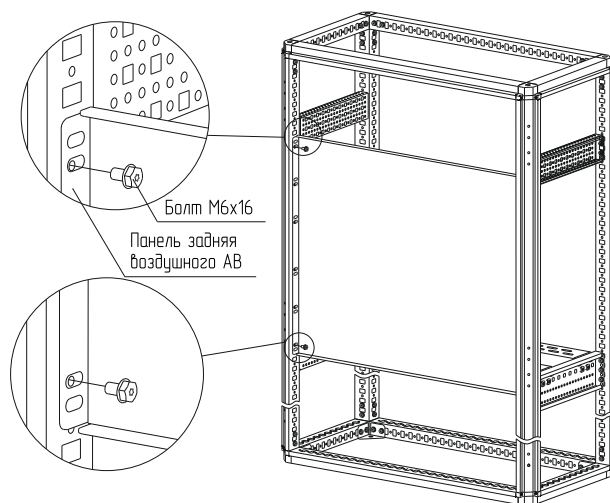

Рисунок 40
– вариант 1. Болтами М6х16 (рисунок 40). Момент затяжки – 7 Н·м. Болты приобретаются отдельно;